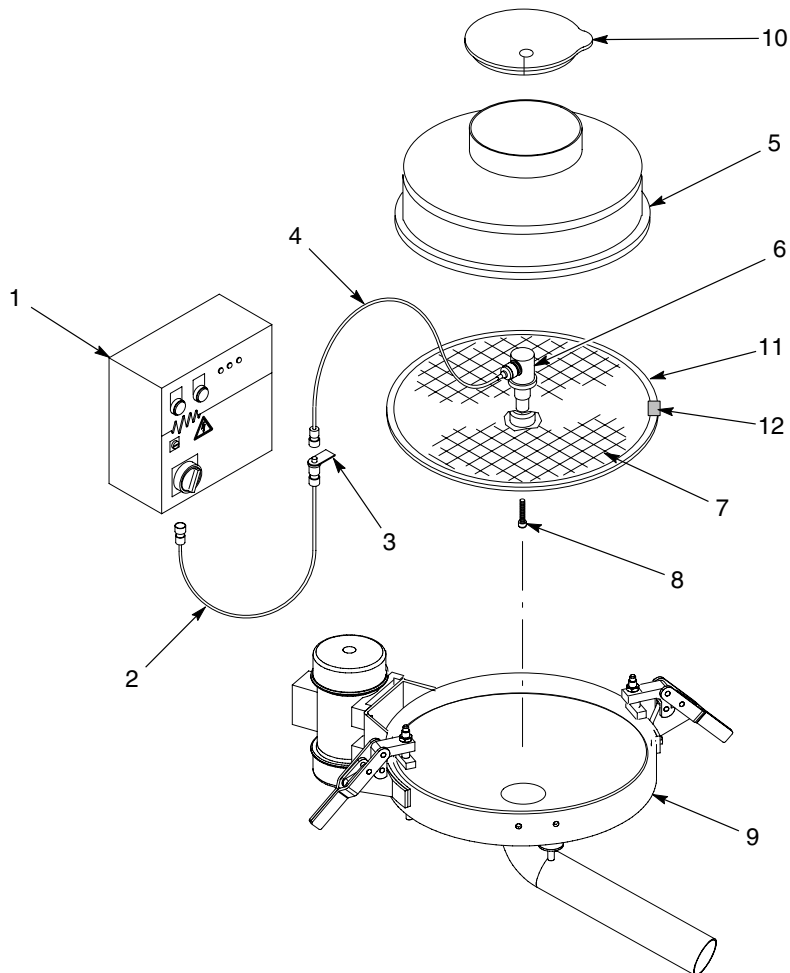

Figura 10-3 Componentele sistemului Vibrasonic
A se vedea Figura 10-3.
1. A se vedea Figura 10-3. Curățați axul central al elementului de filtrare (7) al sitei și partea de jos a traductorului (6) cu acetonă.
1. A se vedea Figura 10-3. Asigurați-vă că selectorul de tensiune din controler (1) este setat în funcție de specificația alimentării cu curent electric a sistemului.